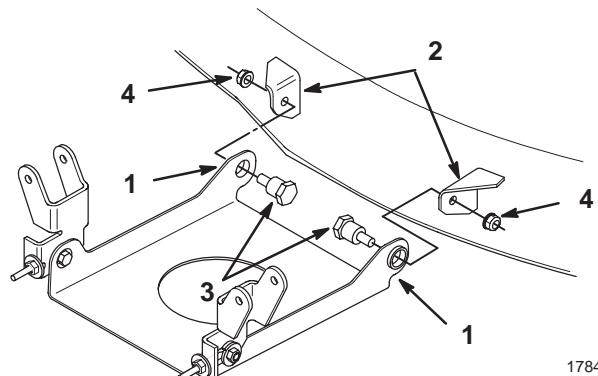

Figure 4
- Placez la plaque de montage, languettes dirigées en haut, entre les supports à l'avant du plateau de coupe (Fig. 4).
- Introduisez les boulons à épaulement dans la plaque de montage et dans les supports du plateau de coupe. Fixez l'ensemble avec les contre-écrous (Fig. 4).